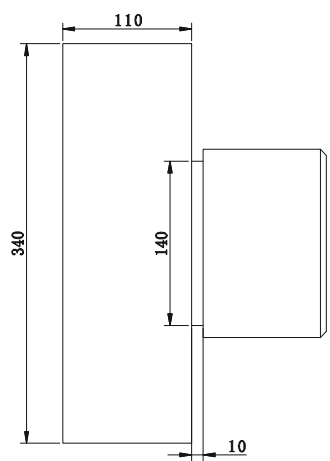

图 3-5-2
(2) 使用 LINE、RECTANG 命令绘制连接件的转轴 , 如图 3-5-2 所示。其具体操作如下 :
基点 : 点取 A 点 , 如图 3-5-2 所示